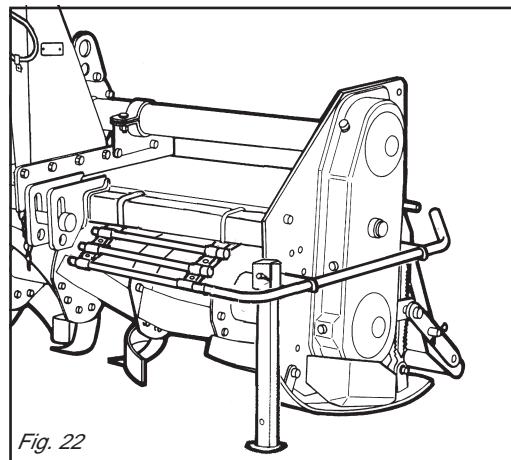

Fig. 22
- 1 - Position the support foot as shown in the figure 22.
- 1 - Den Stützfuß wie in Abb. 22 gezeigt anordnen.
- 1 - Placer le pied d'appui (voir figure 22).
- 1 - De steunpoot neerzetten volgens fig. 22.